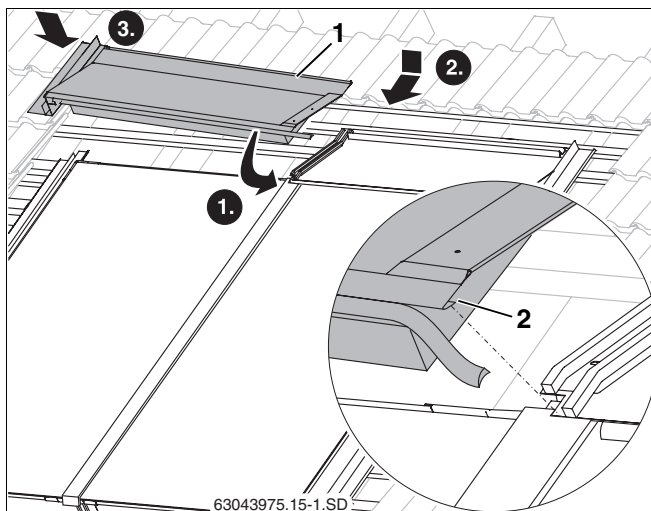

Fig. 57 Tôle de recouvrement supérieure gauche
- Insérer les autres tôles supérieures avec son recouvrement (fig. 57, **pos. 2**) dans la tôle montée, puis les pousser contre le capteur.
- Insérer la tôle supérieure gauche (fig. 57, **pos. 1**) dans la tôle latérale gauche.
- Poser la lèvre en caoutchouc de la tôle gauche sur la rainure de la tôle droite (fig. 57, **pos. 2**).